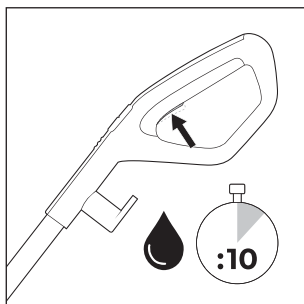

Rys. 12
- ♦ Odwinąć kabel zasilający **17** całkowicie z uchwytów kabla górnego i dolnego **16/20**. Aby szybko odwinąć kabel zasilający **17** z uchwytów kabla **16/20**, wyciągnij nieco górny uchwyt kabla **16** i obróć go w dół (patrz rys. 12).